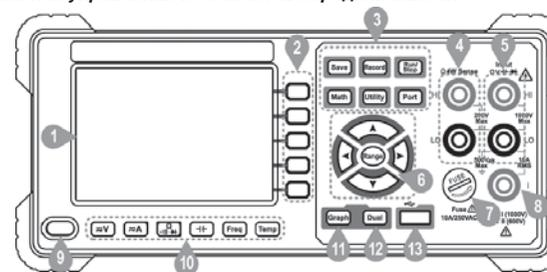

Рис. 1. Передняя панель
3. Подключите черный щуп к общему разъёму LO (Input $\Omega V \rightarrow$ рис. 1, поз. 5), а красный щуп – к разъёму HI (Input $\Omega V \rightarrow$ рис. 1, поз. 5).
2. С помощью функциональных кнопок меню выбора параметров измерений (рис. 1, поз. 8) вручную выберите диапазон напряжения и функцию измерения частоты или периода (в меню активен индикатор Freq или Period соответственно). Если необходимо, включите/выключите функцию относительных измерений REL (в меню активен индикатор On/Off соответственно).
6. Подключите отрицательный вывод термодатчика к общему разъёму LO (Input $\Omega V \rightarrow$ рис. 1, поз. 5), а положительный вывод – к разъёму HI (Input $\Omega V \rightarrow$ рис. 1, поз. 5).
2. С помощью функциональных кнопок меню выбора параметров измерений (рис. 1, поз. 2):
3. При проведении измерений по двухпроводной схеме подключите черный шуп к общему разъёму LO (Input ΩV , рис. 1, поз. 5), а красный шуп – к разъёму HI (Input ΩV , рис. 1, поз. 5).
4. При проведении измерений по четырёхпроводной схеме подключите один чёрный шуп к общему разъёму LO (Input ΩV , рис. 1, поз. 5), второй чёрный шуп к разъёму LO, предназначенному для измерений по четырёхпроводной схеме ($\Omega 4W$ Sense, рис. 1, поз. 4, один красный шуп – к разъёму HI (Input ΩV , рис. 1, поз. 5), второй красный шуп – к разъёму HI, предназначенному для измерений по четырёхпроводной схеме ($\Omega 4W$ Sense, рис. 1, поз. 4).
2. С помощью функциональных кнопок меню выбора параметров измерений (рис. 1, поз. 8) Вы можете включить и выключить звуковой сигнал Beep (в меню активен индикатор On/Off соответственно), а также задать пороговое значение сопротивления для сигнала (по умолчанию 50 Ом).
3. Подключите черный шуп к общему разъёму LO (Input ΩV , рис. 1, поз. 5), а красный шуп – к разъёму HI (Input ΩV , рис. 1, поз. 5).
2. С помощью функциональных кнопок меню выбора параметров измерений (рис. 1, поз. 8) Вы можете включить или выключить звуковой сигнал Beep (в меню активен индикатор On/Off соответственно).
1. Нажатием кнопки выбора режимов измерений ΩV (рис. 1, поз. 10) установите режим измерения напряжения постоянного DCV или переменного ACV тока.
3. Подключите черный щуп к общему разъёму LO (Input $\Omega V \rightarrow$), рис. 1, поз. 5), а красный щуп – к разъёму HI (Input $\Omega V \rightarrow$), рис. 1, поз. 5).
1. Нажатием кнопки выбора режимов измерений ΩA (рис. 1, поз. 10) установите режим измерения силы постоянного DCI или переменного ACI тока.
3. Подключите черный щуп к общему разъёму LO (Input $\Omega V \rightarrow$), рис. 1, поз. 5), а красный щуп – к разъёму I (рис. 1, поз. 8).
5. Нажмите кнопку **Run/Stop** (рис. 1, поз. 3) для запуска/остановки измерений (в верхней части дисплея активен индикатор Trigger/Stop соответственно (рис. 3)).
Примечание. В режимах измерений напряжения, силы тока, сопротивления, ёмкости, частоты для выбора диапазона измерений вы можете воспользоваться функциональными кнопками в меню выбора параметров измерений или кнопками **Range** $\blacktriangle \blacktriangledown$ (рис. 1, поз. 6). Нажмите кнопку **Range**, чтобы установить режим автоматического (кроме режима измерения частоты при выборе диапазона напряжений) или ручного ввода диапазона. Для увеличения или уменьшения диапазона измерений вручную используйте кнопки $\blacktriangle \blacktriangledown$. Выбранный диапазон измерения отображается в нижнем левом окне дисплея (рис. 3).